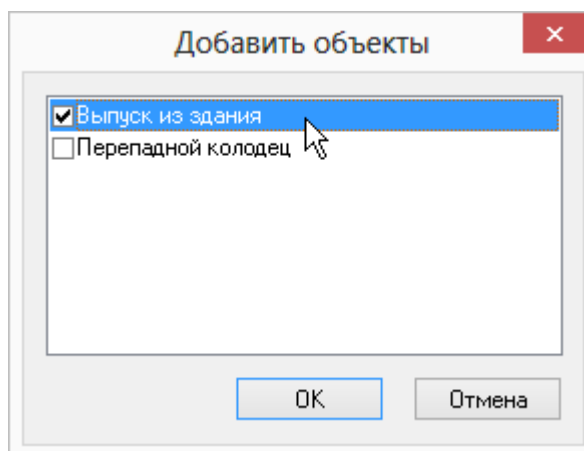

Рисунок 55. Установка соответствия между объектами слоя
- 7 В появившемся окне установите соответствие между объектом «новой» и объектом «старой» модели сети, путем установки флажка рядом с объектом, например, Выпуск из здания. (Рисунок 55, «Установка соответствия между объектами слоя»).